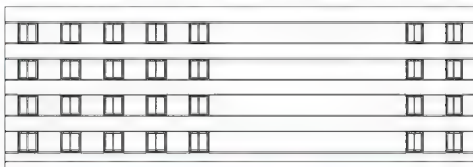

图 4.19 阵列生成所有 1500mm × 1800mm 的窗
(2) 重复 4.2 中的步骤 3, 阵列生成 10 ~ 12 轴线之间 1 ~ 4 层的 1500mm × 1800mm 窗, 【阵列】对话框的参数设定为: 4 行、2 列、行偏移 3300、列偏移 3600, 结果如图 4.19 所示。